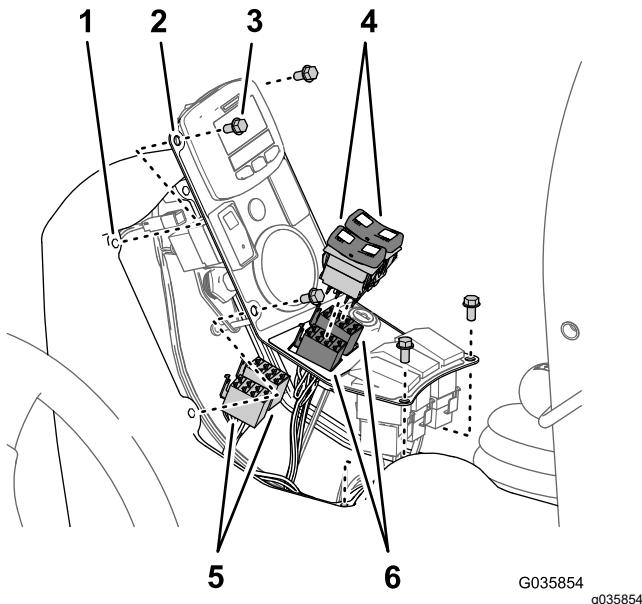
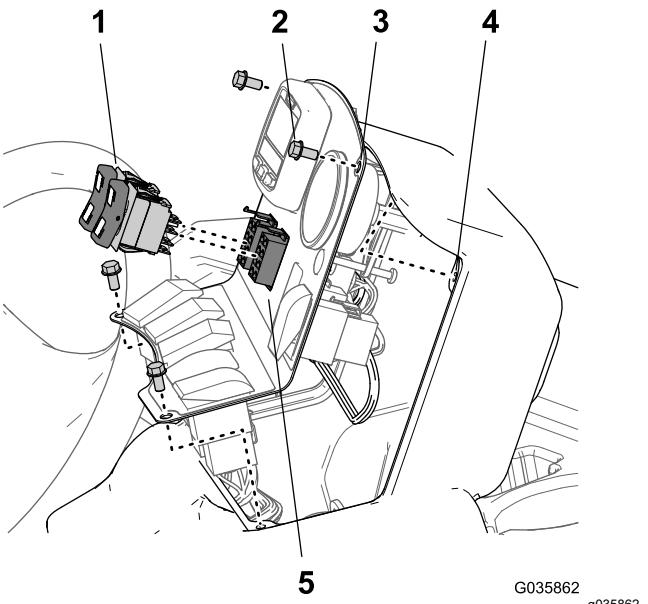

Figura 36
Figura 37
- Retire los 4 pernos con arandela prensada ($\frac{1}{4}$ " x $\frac{1}{2}$ ") que sujetan el panel de interruptores a la consola central y levante el panel (Figura 36 o Figura 27).
2. Desconecte los conectores hembra de 8 vías del arnés de cables de la máquina de los interruptores de elevación de brazos (Figura 37 o Figura 36).
3. Conecte los interruptores basculantes en los conectores hembra de 8 vías del arnés de cables del kit de acabado del brazo Ultra Sonic Boom (Figura 36 o Figura 37).
5. Alinee los taladros del panel de interruptores con el bastidor de la consola (Figura 36 o Figura 37).
6. Fije la cubierta lateral en la consola central con los 4 pernos con arandela prensada ($\frac{1}{4}'' \times \frac{1}{2}''$) (Figura 36 o Figura 37) que retiró en el paso 1.